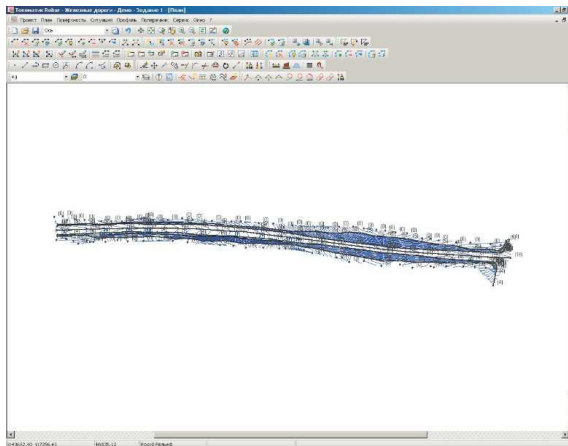

Рис.3. Цифровая модель рельефа
8. Получить выходную документацию: чертеж поверхности, на котором должны быть показаны точки, номера точек, отметки, горизонталы и структурные линии; поверхность 3-d, сечение рельефа в формате dxf (рис.3).